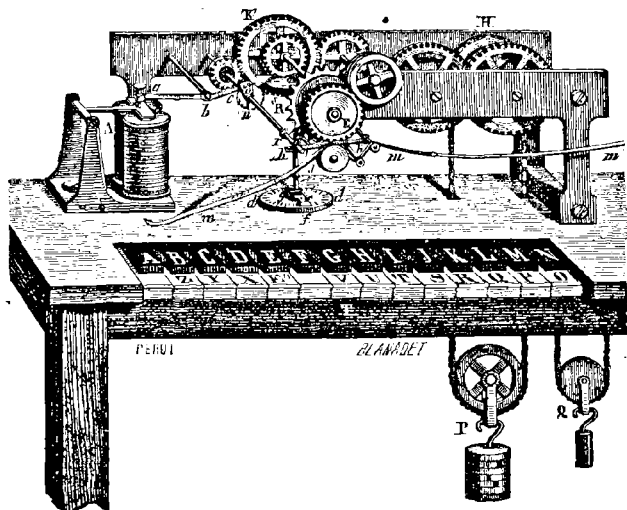

Fig. 141.
4. Les **télégraphes imprimants** ont cela de particulier qu'ils impriment les dépêches sur une bande de papier en caractères typographiques ordinaires. Sous ce rapport, ils sont donc supérieurs aux appareils écrivains, puisque la lecture de leurs signaux peut être faite par tout le monde. Ils ont, en outre, l'avantage d'être infiniment plus expéditifs. Un des plus ingénieux, le seul même qui soit devenu pratique, a été inventé, en 1860, par le docteur Hughes, professeur de physique à New-York. Pour en avoir une idée, il suffira de savoir qu'un mécanisme assez compliqué HK, etc. (*fig. 141*), actionné par des poids PQ, fait tourner très-rapidement une roue E, sur la tranche de laquelle sont gravées les lettres, et qu'un clavier T, semblable à celui d'un piano et portant aussi les lettres, est placé sur le passage d'une pièce en relation directe avec cette roue des lettres. Quand le mécanisme est en mouvement, si l'on appuie sur l'une des touches du clavier, il se produit une émission de courant électrique qui, en attirant le barreau de fer doux placé au-dessus de l'électro-aimant A, fait buter contre la roue des lettres